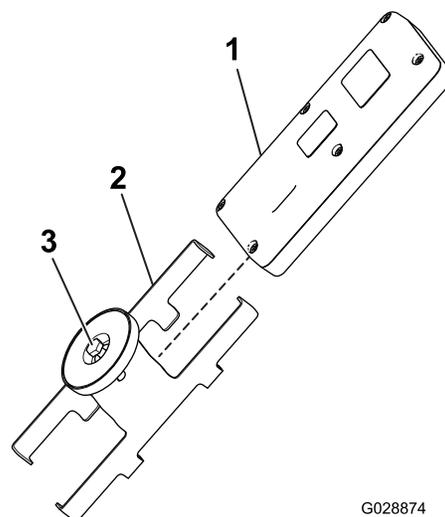

Figura 45
1. Afloje el perno del imán situado en el soporte magnético remoto (Figura 45).
2. Separe los lados del soporte y retire el control remoto (Figura 45).
8. Instale el control remoto de mano en el soporte magnético remoto, una las dos mitades para ajustarlo y apriete el perno del imán (Figura 45).